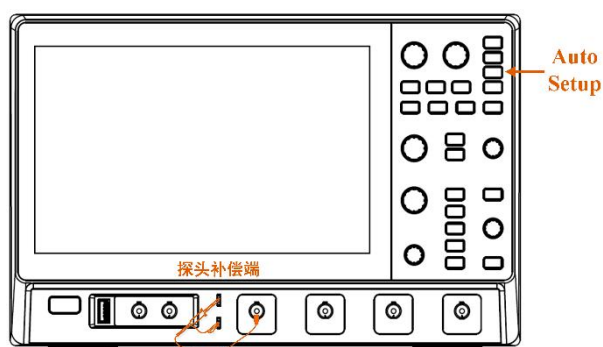

图 5.3 探头连接
(2) 恢复默认状态后，可接入信号，使用普通无源探头与面板上的“探头补偿端”进行连接，如下图 5.3 所示。
使用 ZP1050 型号的探头（由于公司探头会不断地更新升级，最终以实际标配的实物为准），示波器自动识别衰减档位 X10 档，比率为 10:1（无 X1 档），接入示波器中（将探头母头 BNC 端对准示波器通道 CH1 BNC 插头，按下向右旋转即可，同时将探头的探针接到示波器探头补偿端接口，鳄鱼夹接地），具体如图 5.3 所示。